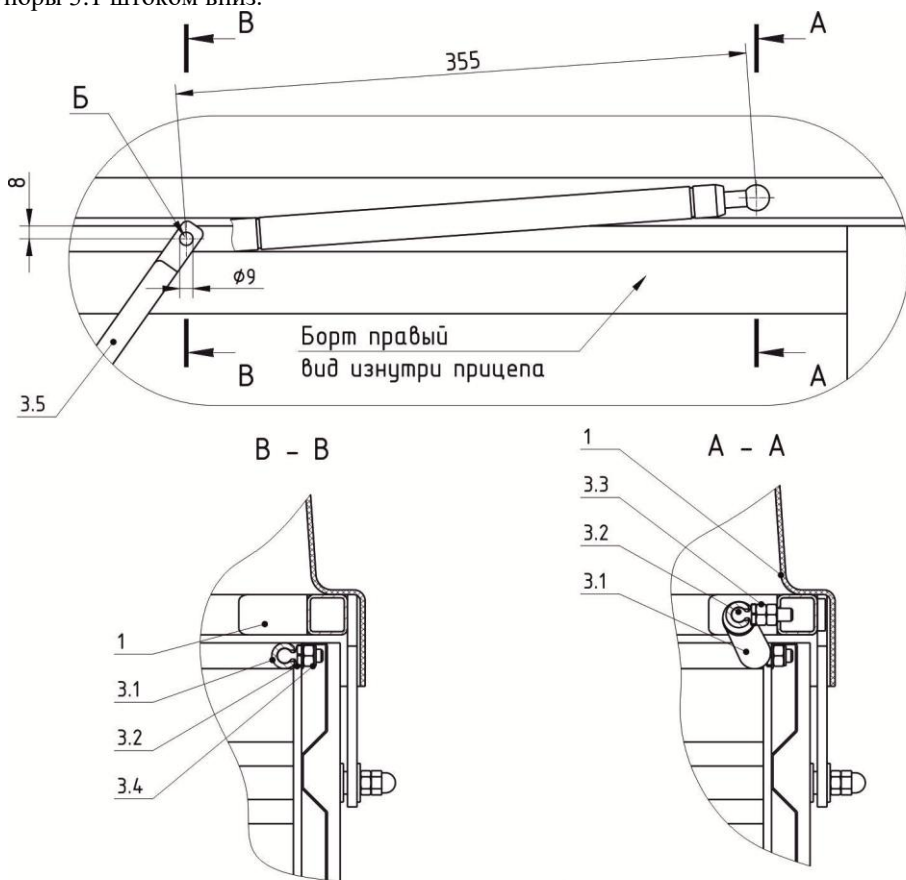

Рисунок 26.
9. Прикрутить верхние шаровые шарниры 3.2 через дистанционную гайку 3.3 (рис. 26 сечение А-А).
10. В закрытом состоянии крышки разметить отверстие Б в левом и правом борту прицепа на расстоянии 355мм от оси вращения шарнира и 8мм от верхнего края борта, как показано на рис. 26.
11. Просверлить отверстия, Ø9мм. Прикрутить нижние шаровые шарниры 3.2 (рис. 26 сечение В-В).
14. Установить стопоры газовых упоров 3.5 (рис. 26). Установить газовые упоры 3.1 штоком вниз.